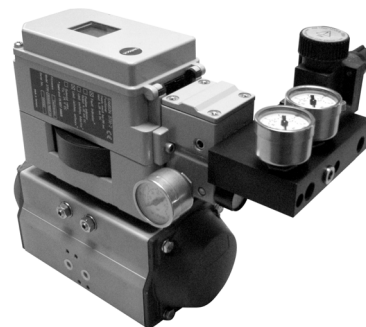

Рис. 3 · Реверсивный усилитель Тип 3710 и регулятор давления тип 4708-54, смонтированные на позиционер Тип 3730 с пневматическим поршневым приводом
- С одним манометром давления для  $Y_2$  вместе с Регулятором давления Типа 4708-54 (Рис. 3)